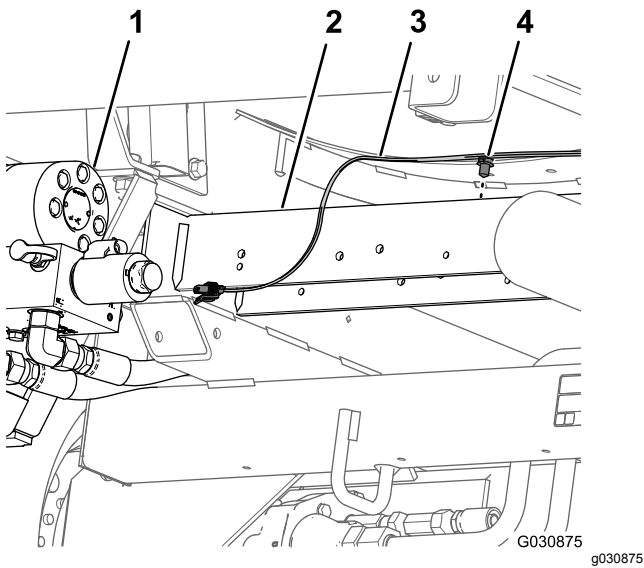

Figure 28
7. Retirez les fixations à pression qui fixent le faisceau arrière (Figure 28) dans les trous